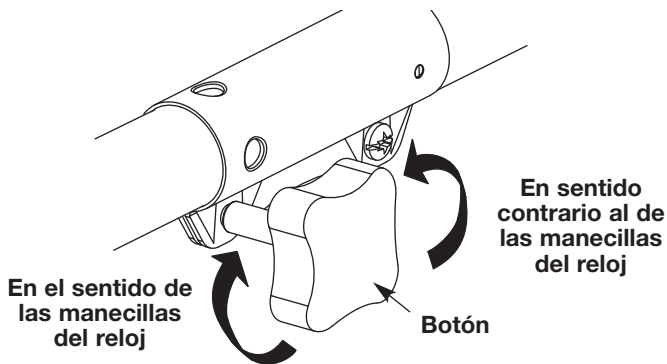

Fig. 1
2. Apriete el botón girándolo hacia la derecha (Fig. 1).
4. Apriete el botón girándolo hacia la derecha (Fig. 1).
1. Para aflojarlo, gire el botón en el sentido opuesto al de las manecillas del reloj (Fig. 1).